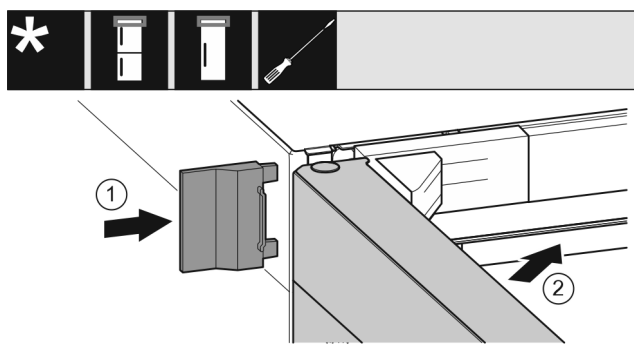

Fig. 21
- Äußere Abdeckung Fig. 21 (1) aufschieben.
- Obere Tür Fig. 21 (2) schließen.